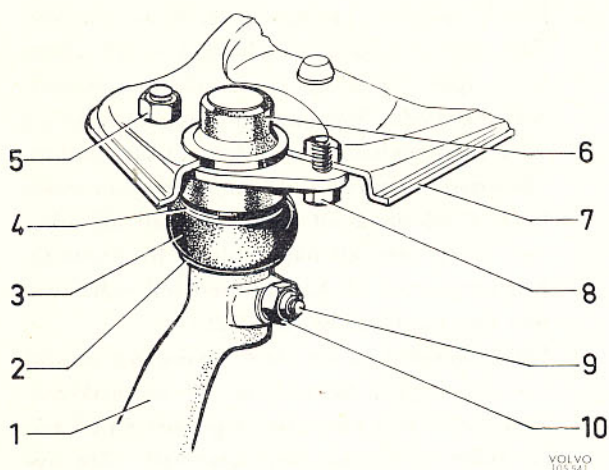

Bild 26. Övre kullerstäcke
3. Skruva av muttrarna och tag bort skruvarna (8, bild 26). Lyft övre länkar (7).
4. Skruva av muttern och tag bort skruven (9). Demontera övre kulle (6) med fästningsbricka och gummiskydd från spindeln.
1. Kontrollera att gummikåpan är hel och fylld med fett. Fyll vid behov på universalfett. Kontrollera även att hylsa och låsringar är rätt monterade, jämför bild 26.
2. Sätt kullen på sin plats i spindeln och montera klämskruven (9).
3. Anslut övre länkar till kullen och montera fästskruvar (8).
4. Demontera muttrarna (5 bild 26) och fästskruvarna (8) för övre kullad och lyft bort övre länkarmen.